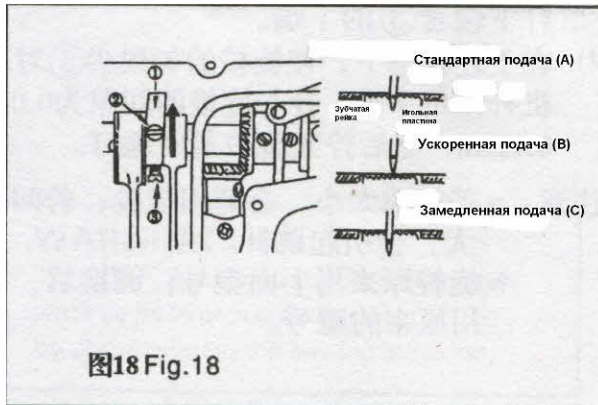

图18 Fig. 18
- 1) Ослабьте гайку (2). Если повернуть пружинный регулятор (1) по часовой стрелке (в направлении А), давление лапки будет увеличено.
- 2) Если повернуть пружинный регулятор (1) против часовой стрелки (в направлении В), давление лапки будет ослаблено.
- 3) После корректировки заверните гайку (2)
15. Корректировка синхронизации транспортера (Fig. 18)